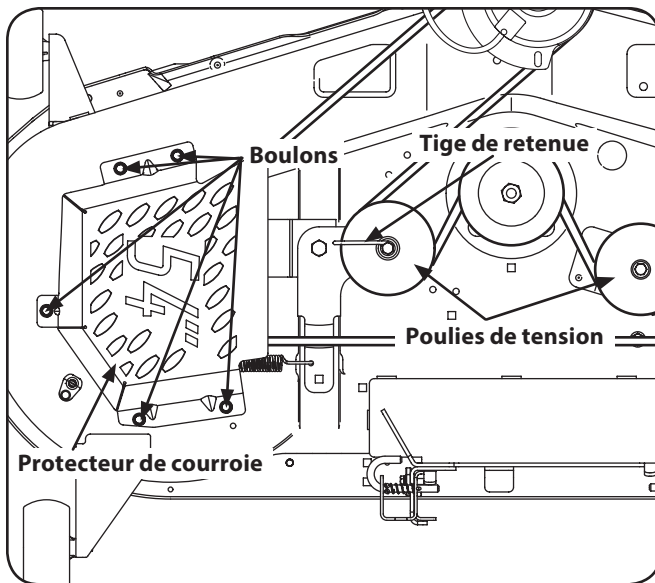

Figure 7-10
2. Enlevez les protecteurs de courroie en retirant les boulons qui les fixent au plateau de coupe. Voir Figure 7-10.
3. Desserrez, sans retirer, la tige de retenue de la courroie et la poulie de tension gauche du plateau. Voir la Figure 7-10.